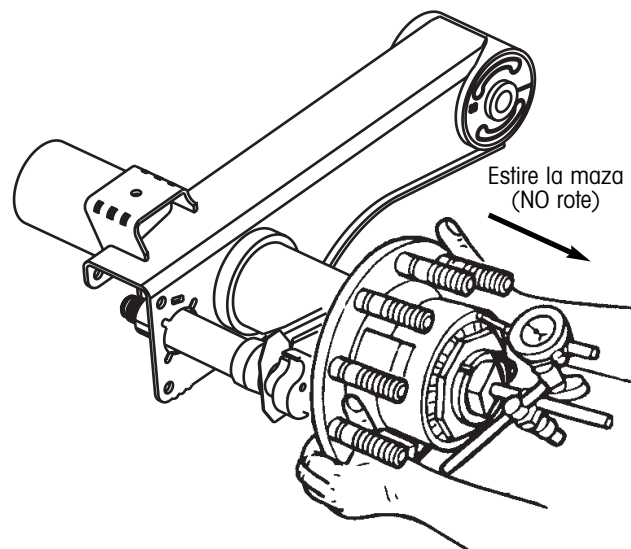

Figura 70. Estire la maza hacia afuera
5. Estire la maza hacia afuera hasta que la lectura del indicador de carátula permanezca constante (figura 70). NO rote la maza.